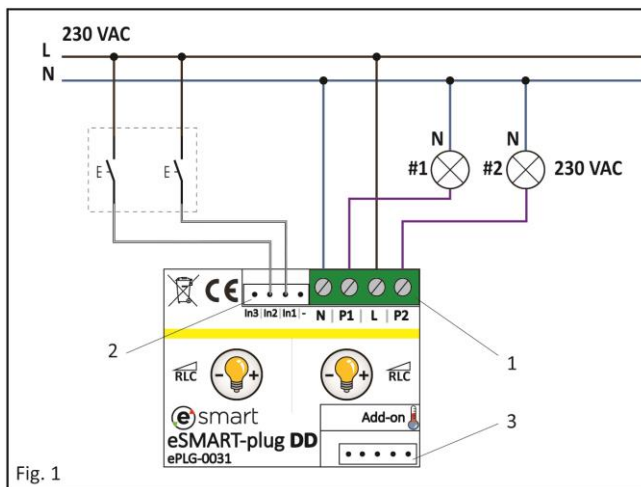

Fig. 1
L'eSMART-plug est composé de 4 bornes à visser (1, Fig.1), 1 connecteur d'entrée (2, Fig.1) et 1 connecteur d'extension (3, Fig.1). L'eSMART-plug se raccorde sur le réseau électrique 230 V AC/50 Hz.
- Raccordez l'alimentation 230 V AC (1, Fig.1) sur les bornes P et N. Respectivement, la Phase sur la borne P et le Neutre sur la borne N, comme indiqué sur le schéma.
- Raccordez les charges #1 et/ou #2 (1, Fig.1) sur les bornes P1 et P2. Respectivement, la charge #1 sur la borne P1 et/ou la charge #2 sur la borne P2, comme indiqué sur le schéma.
- Raccordez chaque entrée du eSMART-plug avec le connecteur à deux fils (2, Fig.1) sur un poussoir [voir "Données Techniques"]. Respectivement, le fil in1 active le canal 1 et le fil in2 active le canal 2 de l'eSMART-plug.
- Le cas échéant, connecter la sonde de température (3, Fig.1) sur le connecteur prévu à cet effet.
Das eSMART-plug hat 4 Schraubklemmen (1, Abb. 1), 1 Eingangsanschluss (2, Abb. 1) und 1 Erweiterungsanschluss (3, Abb. 1). Das eSMART-plug wird an das Stromnetz 230 V AC/50 Hz angeschlossen.
- Schließen Sie die Stromversorgung 230 V AC (1, Abb. 1) an die P- und N-Klemmen an, nämlich Phase an Klemme P und Neutral an Klemme N, wie in der Abbildung dargestellt.
- Schließen Sie die Lasten # 1 und / oder # 2 (1, Abb. 1) an die Klemmen P1 und P2 an. D.h., Last # 1 an Klemme P1 und / oder Last # 2 an Klemme P2, wie in der Abbildung dargestellt.
- Schließen Sie jeden Eingang des eSMART-plug über einen Taster an den zweipoligen Anschluss an (2, Abb. 1) [siehe "Technische Daten"]. D.h., die Litze in in1 aktiviert Kanal 1 und die in in2 Kanal 2 des eSMART-plug.
- Schließen Sie gegebenenfalls den Temperatursensor (3, Abb. 1) an den hierfür vorgesehenen Anschluss an.
The eSMART-plug has 4 screw terminals (1, Fig. 1), 1 input connector (2, Fig. 1), and 1 expansion connector (3, Fig. 1). The eSMART-plug is to be connected to the 230 V AC/50 Hz mains.
- Connect the power supply 230 V AC (1, Fig. 1) to the P and N terminals, namely Phase to terminal P and Neutral to terminal N, as shown in the illustration.
- Connect loads # 1 and / or # 2 (1, Fig. 1) to the P1 and P2 terminals. I.e., load # 1 to terminal P1 and / or load # 2 to terminal P2, as shown in the diagram.
- Connect each input port of the eSMART-plug with the two-wire connector (2, Fig. 1) via a push button [see "Technical Data"]. I.e., the wire in 1 activates channel 1, and the wire in2 activates channel 2 of the eSMART-plug.
- If appropriate, connect the temperature sensor (3, Fig. 1) to the connector provided for that purpose.